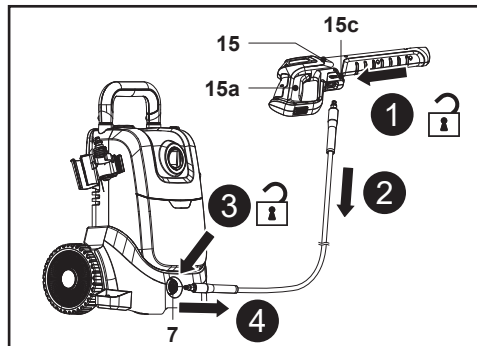

Fig. 6
**ADVERTENCIA: NUNCA HAGA NUDOS EN LA MANGUERA DE PRESIÓN (14) NI LA RETUERZA, YA QUE ESTO PODRÍA CAUSAR DAÑOS.**
4. Para desconectar la manguera de presión (14) de la pistola pulverizadora (15), mantenga presionada la palanca de liberación rápida (15c) contra la manguera de presión (14); a continuación, tire de la manguera de presión (14) para extraerla (Fig. 6, pasos 1 y 2).
5. Para desconectar la manguera de presión (14) de la máquina, empuje el anillo exterior del conector de la manguera (7) hacia dentro y manténgalo ahí; a continuación, extraiga la manguera de presión (14) (Fig. 6, pasos 3 y 4).